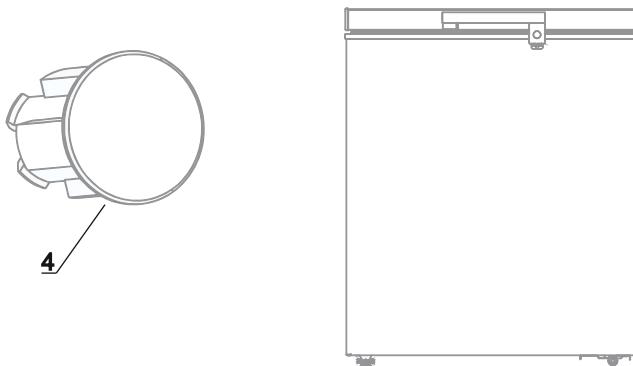

Рисунок 5
3. После того, как основная часть внешней ручки собрана, необходимо установить декоративный элемент (4).- см. рис. 5.